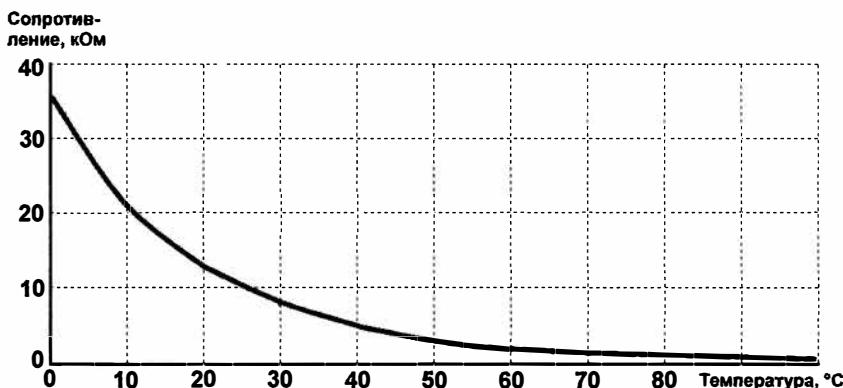

Рис. 13.1. Температурная характеристика NTC-термистора
График, соответствующий уравнению (1), построенный по данным для конкретного термистора B57164-K 103-J с номинальным сопротивлением 10 кОм при 25 °C, приведен на рис. 13.1, а числовые данные, по которым он построен, сведены в табл. 13.1. Из графика мы видим, что крутизна характеристики термистора с повышением температуры снижается (ее значения приведены в третьей колонке таб-